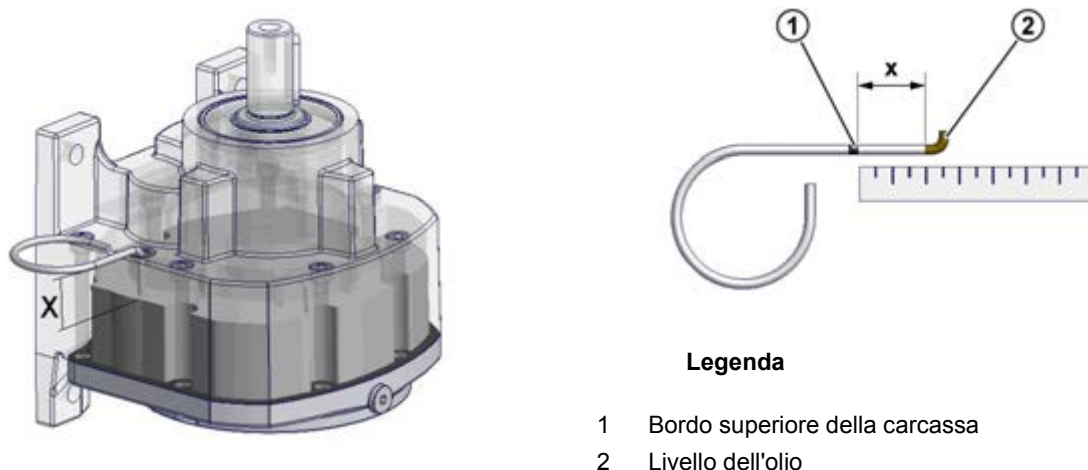

Figura 28: misura del livello dell'olio
2. Determinare la distanza X tra il bordo superiore della carcassa del riduttore ed il livello dell'olio ed eventualmente regolare l'asticella di misura (vedere Figura 28).